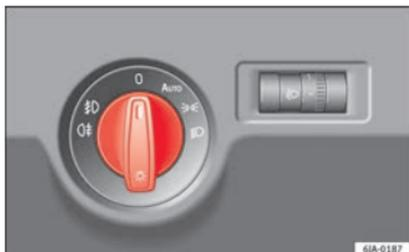

Fig. 129 Quadro strumenti: interruttore delle luci.
La posizione dei comandi nei veicoli **con guida a destra** differisce parzialmente dalla posizione qui mostrata » **fig. 129** » pag. 125. Tuttavia i simboli che indicano le rispettive posizioni dei comandi sono uguali.
– Girare l'interruttore » **fig. 129** sulla posizione $\square \leftarrow$.
– Ruotare l'interruttore delle luci » **fig. 129** nella posizione 0.
Le luci diurne sono un dispositivo di segnalazione pensato per aumentare la sicurezza stradale. Si tratta di luci integrate nei fari che si accendono ogni volta che viene acceso il quadro se il comando delle luci si trova in posizione **0** o **AUTO** » **fig. 129**. Si disattivano automaticamente quando vengono accese le luci di posizione.
Se l'interruttore delle luci si trova in posizione **AUTO** **» fig. 129**, si collegano o scollegano automaticamente le luci di posizione e gli anabbaglianti, nonché la luce della targa.